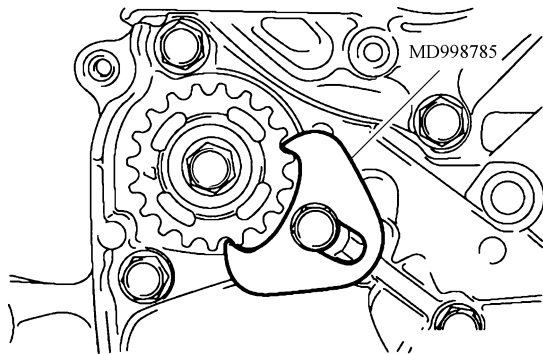

图 28-25 拆卸平衡轴链轮
- 1) 按照图 28-25 所示, 安装专用工具 MD998785, 使平衡轴链轮不能随同转动。